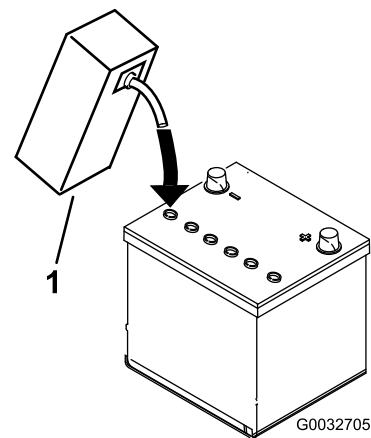

図6
3. 各セルの電極板が液面下 6 mm程度に水没するまで、電解液を慎重に入れる 図6。
4. 電極板が液を吸収するまで2030分間程度待つ。必要に応じて、電極板が 6 mm程度水没するぐらいに電解液を補充する 図6。